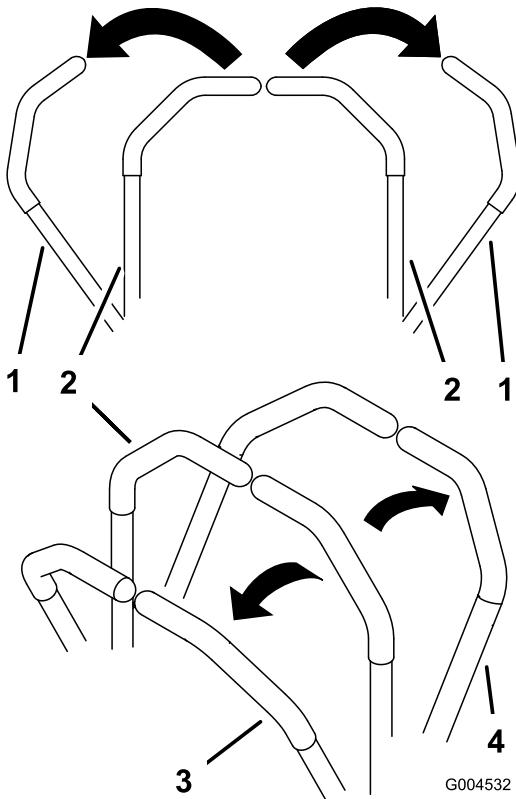

Figura 16
1. Mueva las palancas de control de movimiento hacia fuera (Figura 16) a la posición de bloqueo/punto muerto.
- Para ir hacia adelante, empuje lentamente las palancas de control de movimiento hacia adelante (Figura 16).
Para ir recto, aplique la misma presión a ambas palancas de control de movimiento (Figura 16).
Para girar, mueva la palanca de control de movimiento hacia punto muerto en el sentido en el que desea girar (Figura 16).
- Para ir hacia atrás, tire lentamente de las palancas de control de movimiento hacia atrás (Figura 16).
Para girar, deje de empujar la palanca de control de movimiento del lado al que desea girar (Figura 16).